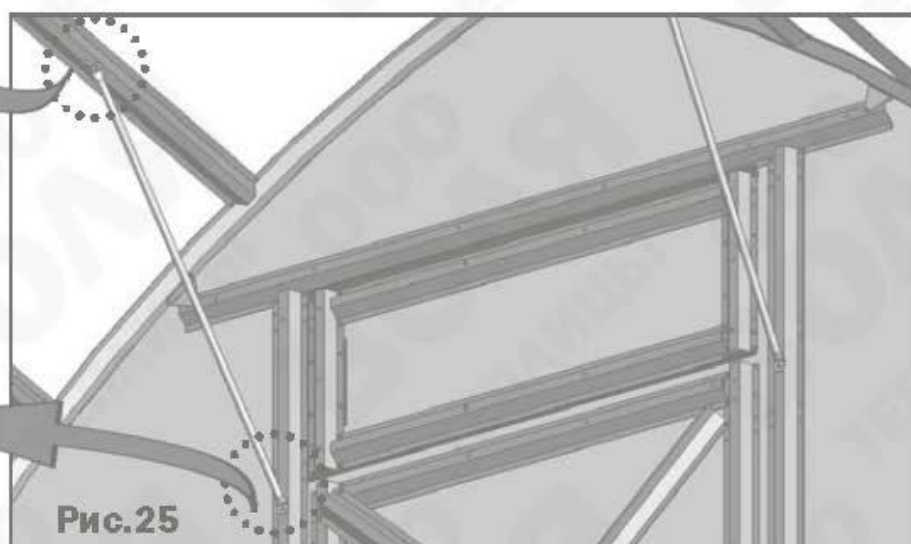

Рис.25
10. Установите трубчатые усилители дверного проема в соответствии с **рис.25**. Закрепите их на торце винтом M5x35 через покрытие торца, а на прогоне винтом M5x10.